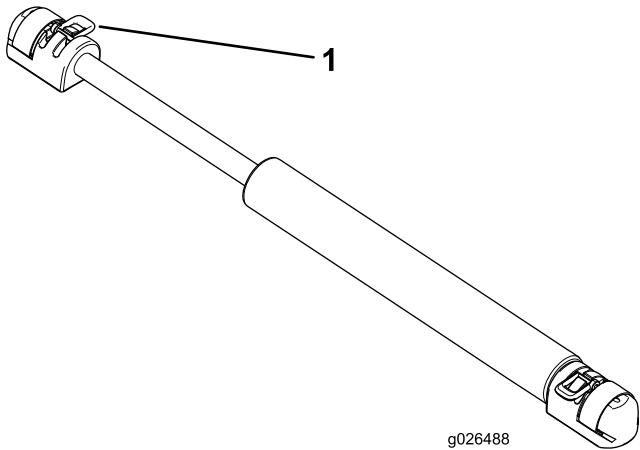

Figura 4
**Nota:** Los extremos del amortiguador de la puerta tienen un sistema de enganche rápido. Gire la palanca a la posición vertical para instalar el amortiguador. Una vez instalado, cierre la palanca para retener el espárrago con bola (Figura 4).